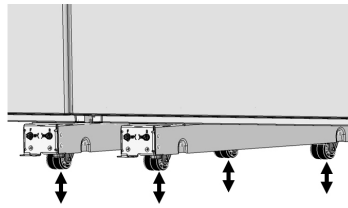

Fig. 8
- c. Utilisez un tournevis à tête plate ou une clé à douille de  $\frac{3}{8}$  po pour ajuster les boulons avant des assemblages de niveleurs (Fig. 8). Soulevez ou abaissez les roues avant et arrière au besoin jusqu'à ce que l'unité repose correctement dans l'espace de l'armoire.